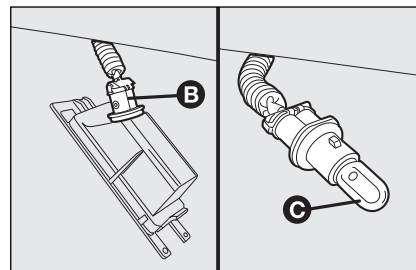

fig. 35
- ☐ draai de lamphouder **B**-fig. 35 linksom en verwijder de lamp **C**.